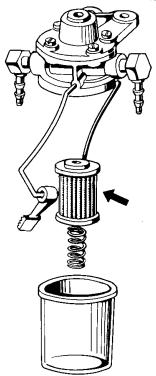

Fig. 101
- Il filtro benzina, nella valvola regolatrice (Fig. 101), sistemato nel vano motore lato posteriore destro.
- petrol filter in the control valve (Fig. 101), is located in the rear right side of the engine compartment.
- 2ème filtre est monté dans la soupape de régulation (Fig. 101) située dans la coffre moteur (derrière à droite).
Sostituire il filtro nella valvola regolatrice (vedi Fig. 101).
Replace the filter in the regulation valve (Fig. 101).